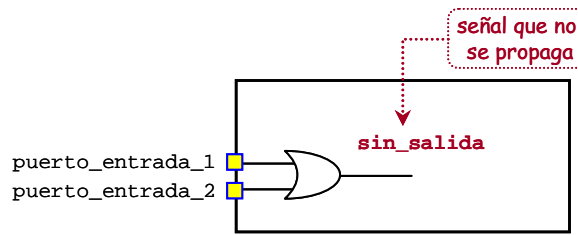

Figura 7.38: Esquema de un circuito con una señal que no da valor
4. **Señales que se asignan pero que no se usan.** Cuando has asignado valor a una señal pero no usas esa señal, seguramente sea que te has olvidado darle uso. En la figura 7.38 se representa este caso. Como puedes ver no tiene sentido crear una señal y asignarle valor para nada.